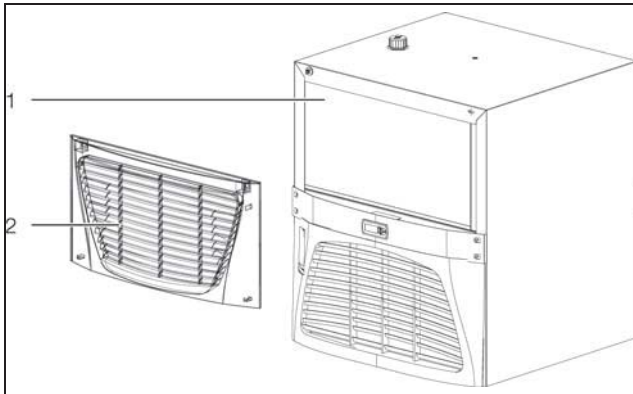

Fig. 60 : Nettoyage du condenseur (modèles représentés : 3320.6xx et 3334.6xx)
- Ôter la grille à lamelles (fig. 60, pos. 2) de la partie avant du refroidisseur d'eau.
- Nettoyer le condenseur (fig. 60, pos. 1) à l'air comprimé.